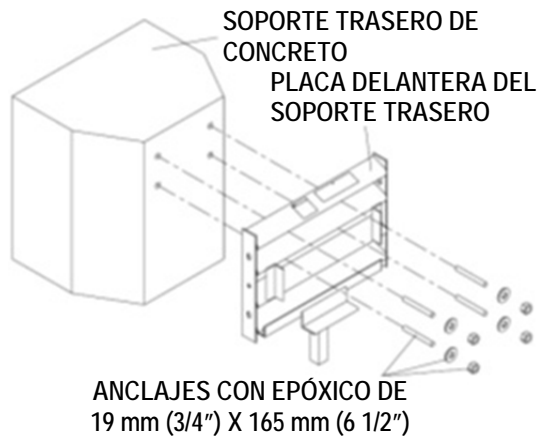

Figura 16
A) Construcción con soporte trasero de concreto (Figura 16)